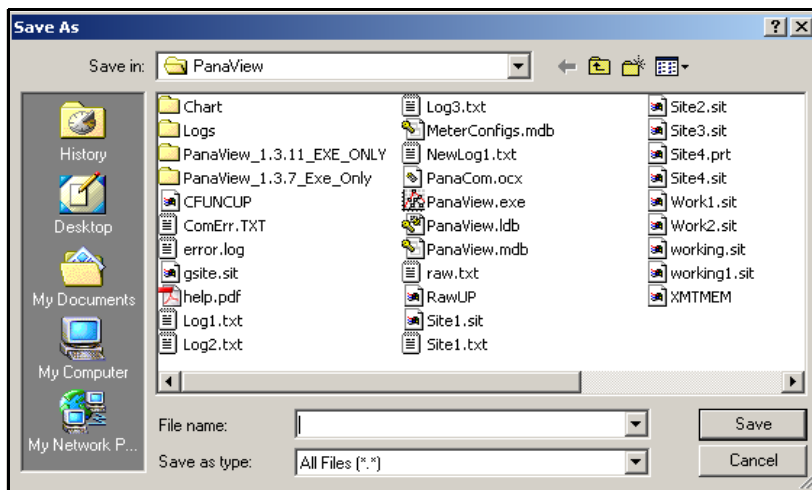

Рис. 13: Сохранение данных массива сигналов в файл
- Если дважды щелкнуть *To File* (Сохранение в файл), открывается другое окно, аналогичное показанному на *рис. 13* внизу. Введите имя файла и нажмите [Save]. Приложение PanaView сохранит данные массива в файле *Windows* и закроет окно *Calibration/Test*.
- Если дважды нажать *To File*, то открывается окно *Save As* (аналогичное показанному на *рис. 13* на *стр 47*). Введите имя файла и нажмите [Save] (Сохранить). Приложение PanaView сохранит данные массива в файле *Windows* и закроет окно *Calibration/Test*.